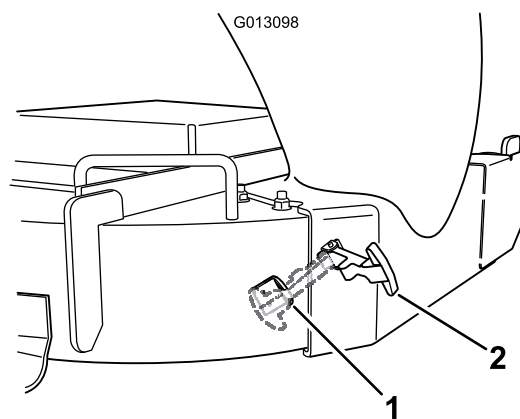

図 20
8. シュートのフレキシブルラッチを、デッキの側壁に溶接してある留め金に引っ掛ける図 20。